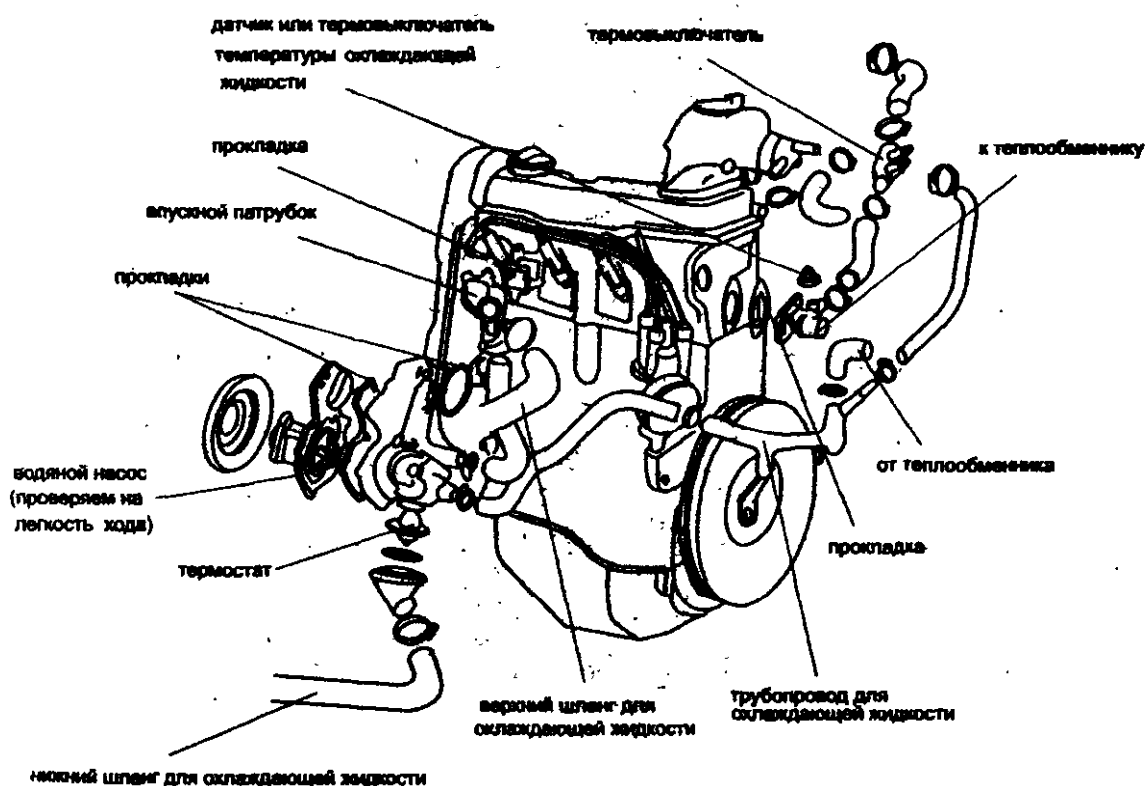

Рис. 73. Места прокладок, подлежащих замене
*Водяной насос* служит для циркуляции жидкости в системе охлаждения. Его устанавливают в передней части блока цилиндров. Состоит водяной насос из силуминового корпуса, вала с крыльчаткой и самоуплотняющегося сальника. Вращающаяся крыльчатка создает центробежные силы, под действием которых жидкость от центра корпуса насоса отбрасывается к его наружным стенкам. Вытеканию жидкости по разьему между корпусом насоса и блоком цилиндров препятствует резиновая прокладка, а по валу — самоуплотняющийся сальник. Прокладки, подлежащие замене, находятся в местах, указанных на рис. 73.